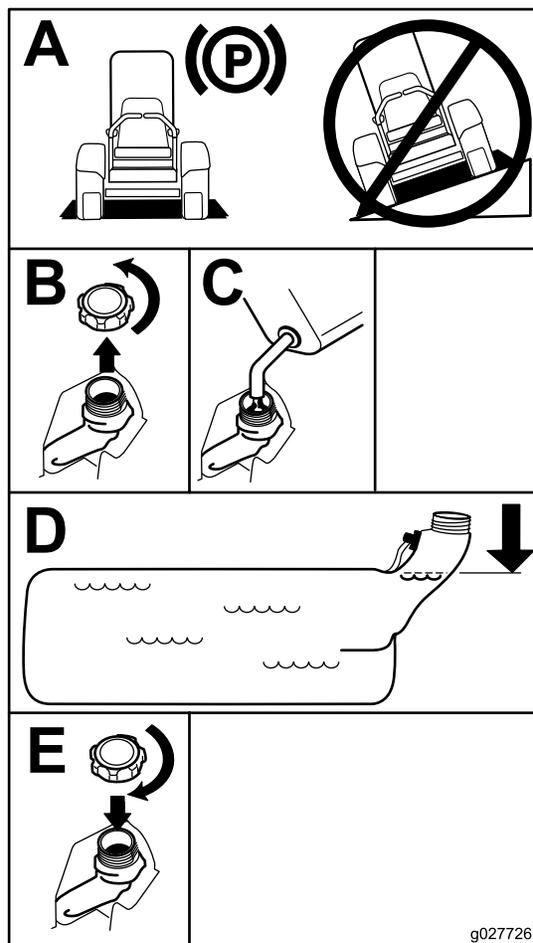

Figura 7
3. Pulite attorno al tappo del serbatoio del carburante e rimuovetelo. Riempite fino a 6–13 mm dall'orlo del foro di rabbocco con benzina normale senza piombo. Questo spazio permette l'espansione della benzina nel serbatoio. Non riempite completamente il serbatoio; fate riferimento a (Figura 7).